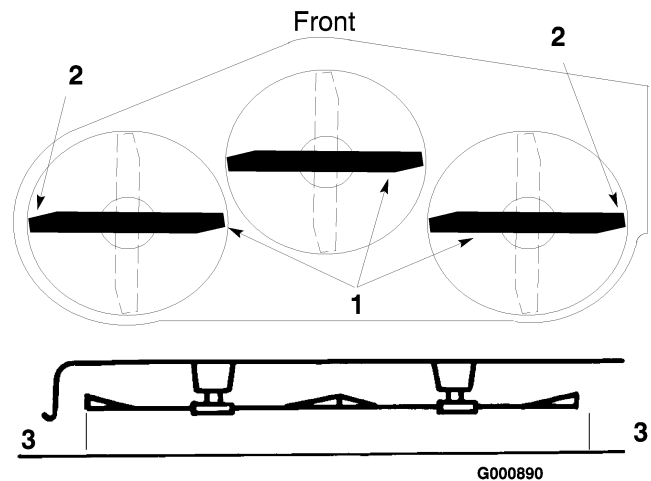

Figura 43
4. Gire cuidadosamente la(s) cuchilla(s) colocándola(s) perpendicularmente al sentido de avance de la máquina (Figura 43). Mida entre los bordes de corte exteriores y la superficie plana (Figura 43). Si hay una diferencia de más de 3/16 pulgadas (4,75 mm) entre ambas dimensiones, se requiere un ajuste; consulte los pasos 5 y 6.